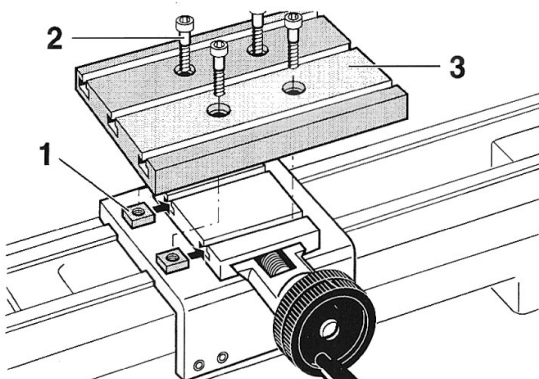

Fig. 4
5. Vierkantmutter 1 (Fig. 4) in die Nuten des Planschlittens einschieben und Frästisch (3) mit vier Befestigungsschrauben (2) fixieren.
5. Push the square nuts 1 (Fig. 4) into the grooves in the compound slide and position the milling plate (3) with four fastening screws (2).
5. Introduire les écrous carrés 1 (fig.4) dans les fentes du chariot puis fixer la plaque (3) à l'aide des quatre vis de fixation (2).
5. Inserire i dadi quadri 1 (fig. 4) nelle scanalature della slitta trasversale e fissare la piastra per fresatura (3) con quattro viti di fermo (2).